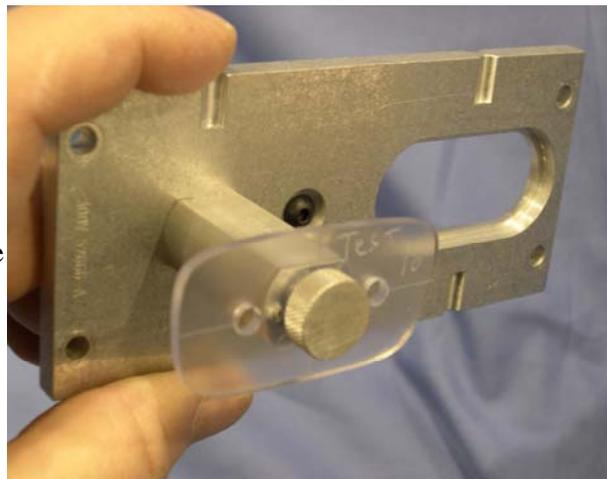

Figure 3.3 : Gabarit monté sur un support de verre/gabarit
1. Fixez le gabarit sur le support du verre/gabarit à l'aide des contre-griffes. Sécurisez le gabarit avec la butée du gabarit. Voir Figure 3.3 ci-contre.